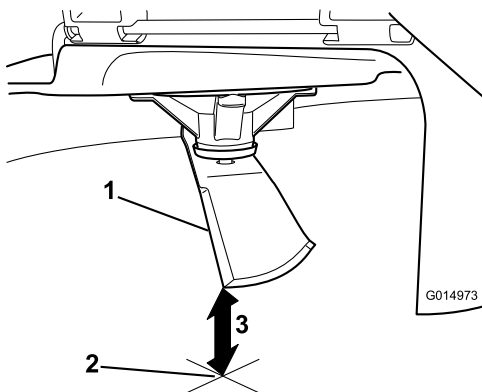

Figure 71
3. Mesurez la distance entre la pointe de la lame et la surface plane (Figure 71).